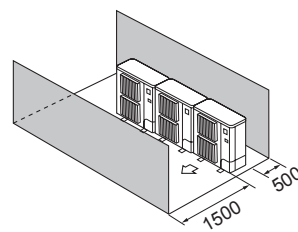

Fig. 2-15
- ④ Miejsce ograniczone tylko z przodu i z tyłu (Fig. 2-15)